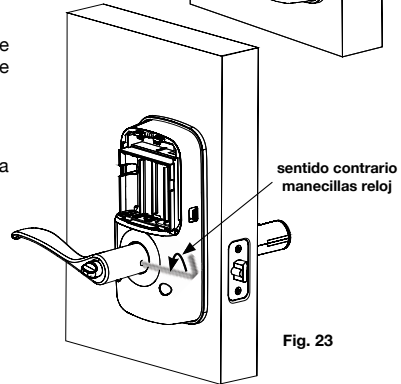

Fig. 23
20. Asegure la manija haciendo girar, en sentido contrario a las manecillas del reloj, el tornillo con la llave allen/hexagonal (Fig. 23) hasta fijar la manija con el cuello. No ajuste demasiado.